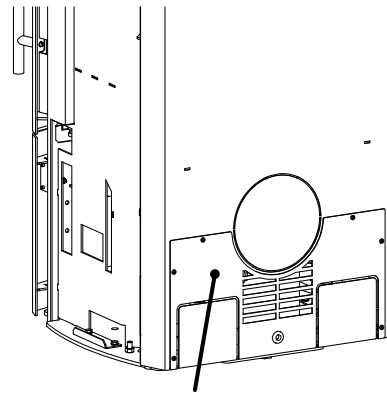

Fig. 1 Revêtement pour raccordement d'eau
- Dévisser le revêtement pour raccordement d'eau de la paroi arrière (Fig. 1).